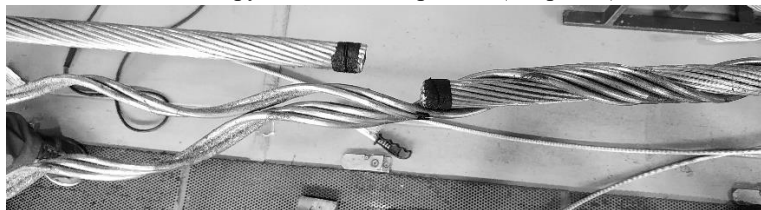

Рис. 3.
5. Наложите спиральную прядь зажима на один из соединяемых кусков провода, совместив середину монтируемой пряди, отмеченную цветовой меткой, с концом провода. (Примечание: В случае, когда пряди состоят из разного количества спиралей начинайте монтаж с той пряди, в которой содержится наибольшее количество спиралей.) Надёжно удерживая конец провода и центральную метку спиральной пряди между большим и указательным пальцами, надавливая большим пальцем руки, наплетите прядь вокруг провода на 1–2 шага. В некоторых случаях, для удобства монтажа зажима, совместите вторую прядь с центральной меткой и накрутите на длину в один или два шага скрутки от конца провода (см. рис. 3).